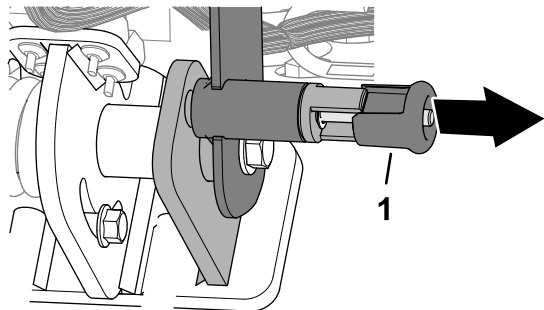

Figura 67
1. Tire del pomo del pestillo del manillar (Figura 67).